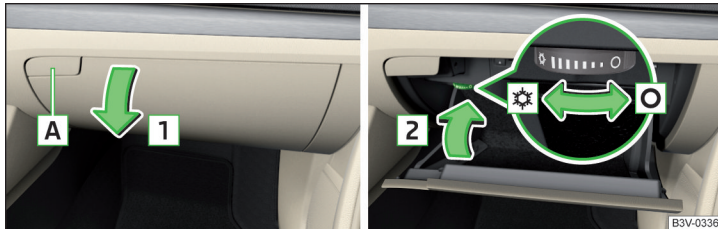

Abb. 117 Ablagefach öffnen / Ablagefach schließen und Luftzufuhr bedienen
- Zum **Öffnen** die Taste **A** drücken. Der Deckel klappt in Pfeilrichtung **1** » Abb. 117.
- Zum **Öffnen** den Drehschalter bis zum Anschlag in die Position **☼** drehen » Abb. 117.